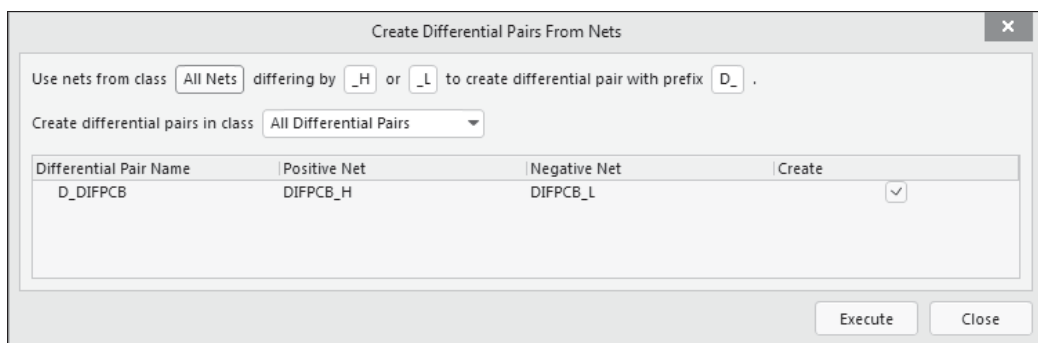

Рис. 6.35. Составление дифференциальных пар из цепей с совпадающими именами и суффиксами `_H` и `_L`
□ Второй вариант требует, чтобы цепи, которые предполагается объединить в дифференциальную пару, имели общее имя и различались суффиксами `_H` и `_L`. В этом случае возможно сформировать дифференциальные пары из цепей с такими именами. Для этого следует щелчком на кнопке **Create From Nets** панели **PCB** открыть диалоговое окно формирования дифференциальных пар из цепей **Create Differential Pairs From Nets** (рис. 6.35):